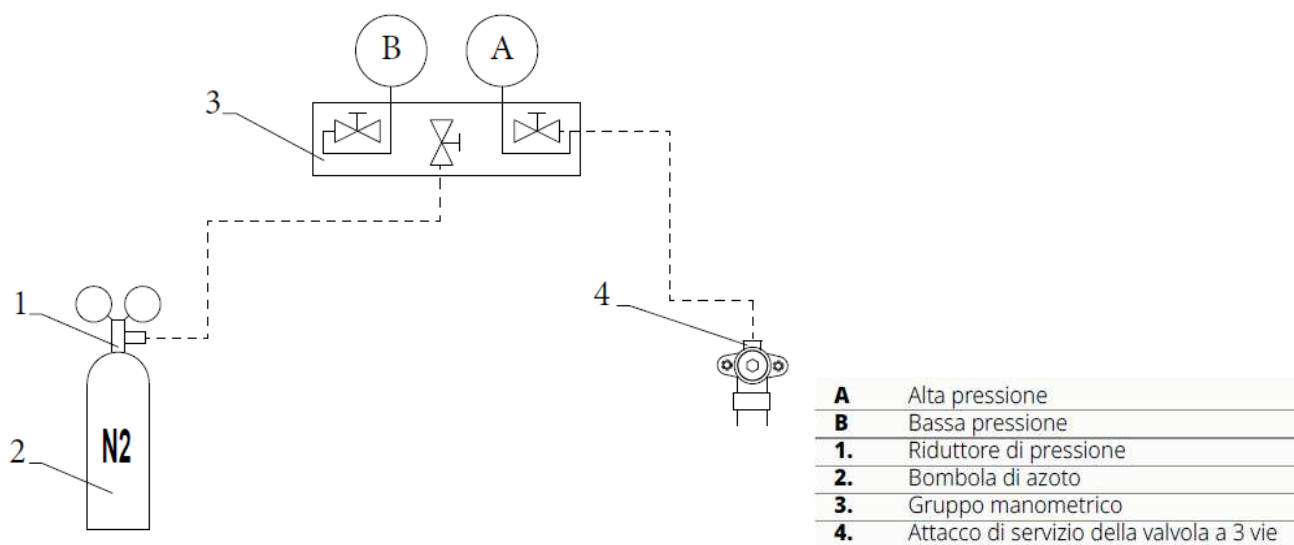

Fig. 2_31
- caricare il circuito con azoto attraverso l'attacco di servizio presente sulla valvola d'intercettazione a 3 vie (1, Fig. 2_30);